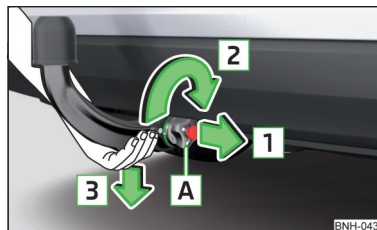

Fig. 138
- > Prindeți tija cuplei din partea de jos » fig. 138.